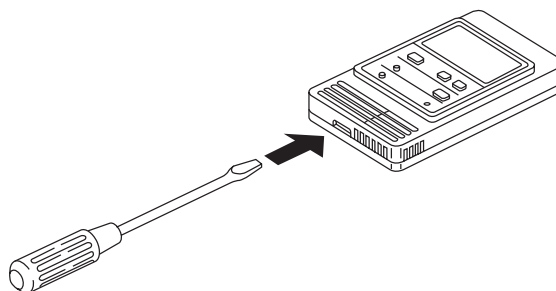

Fig. 3-52
1. Insérez un tournevis ou un objet similaire dans la rainure située sur le côté inférieur du corps de la télécommande simplifiée pour exercer un effet de levier sur le caisson arrière (Fig. 3-52)